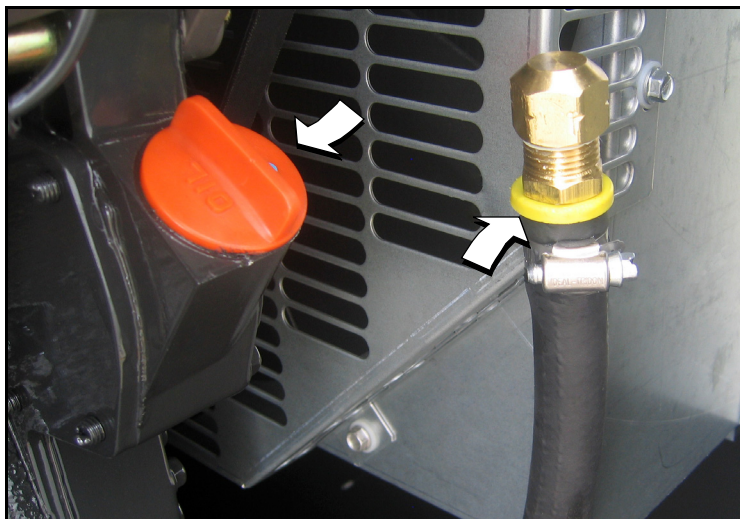

Рисунок 5-17. Крышка отверстия наполнения масла и сливной шланг
1. Извлеките маслосливной шланг из удерживающего зажима. См. рис. 5-17.